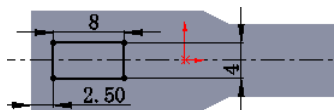

图 16.4.10 横断面草图
② 定义横断面草图。在草图环境中绘制图 16.4.10 所示的横断面草图。
(3) 定义切除深度属性。在“切除—拉伸”对话框 **方向1** 区域的下拉列表中选择 **给定深度** 选项，选中 ☒ **与厚度相等(L)** 复选框与 ☒ **正交切除(N)** 复选框，其他选择默认设置值。
(4) 单击对话框中的  按钮，完成切除—拉伸 2 的创作。